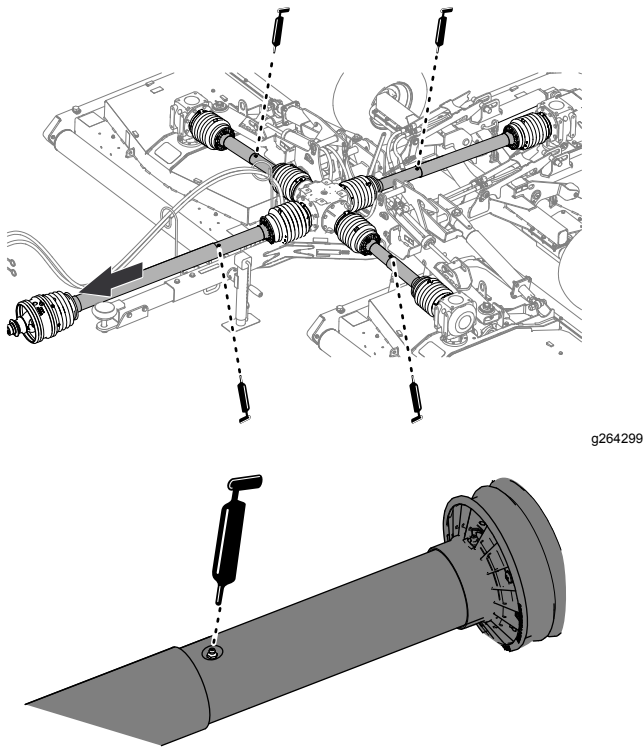

Figura 49
1. Estendete parzialmente l'albero di trasmissione della PDF per accedere al raccordo di ingrassaggio vicino alla parte centrale della protezione interna dell'albero di trasmissione (Figura 49).
2. Applicate il grasso ai 4 raccordi di ingrassaggio per i giunti dell'albero di trasmissione telescopico, come illustrato nella Figura 49.